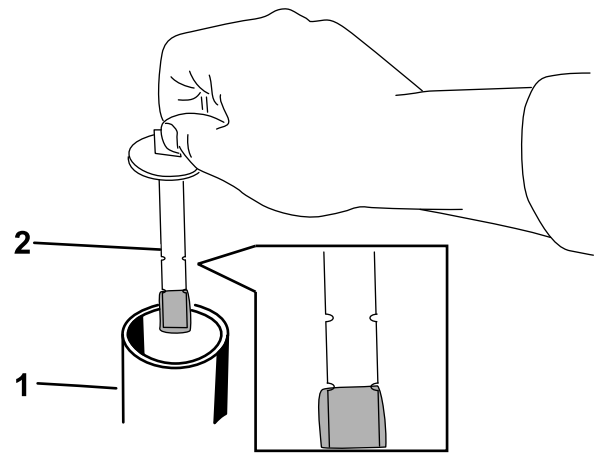

Figura 76
7. Retire el tapón del cuello de llenado y compruebe el nivel de fluido en la varilla (Figura 76).